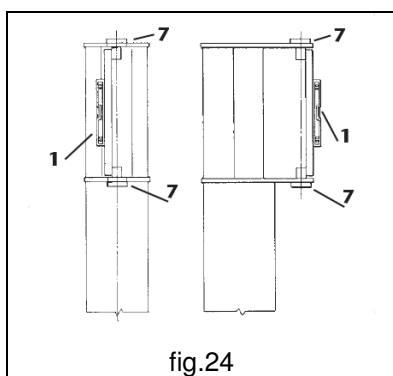

fig.24
- c. Verificare la verticalità dell'asse di rotazione, utilizzando per questa operazione una livella **L** ed una barra che dovrà essere appoggiata direttamente sui perni di rotazione **7** (fig.24).